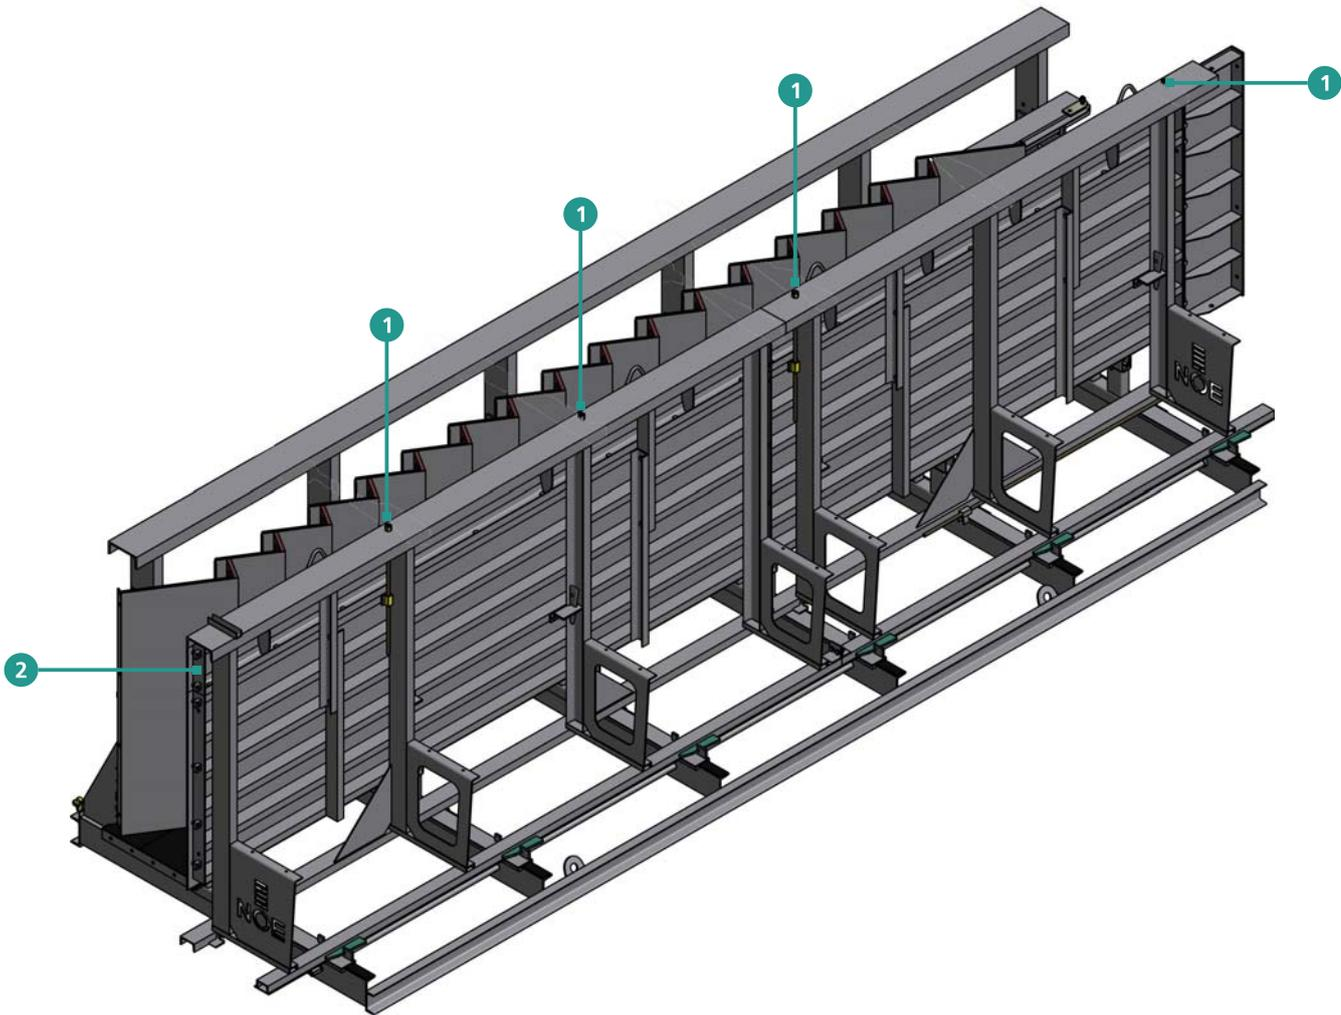

Abbildung 11
Zur Einstellung der Laufbreite (LB) wird die Rückwand an Spindeln nach oben oder unten verstellt (Abbildung 11).